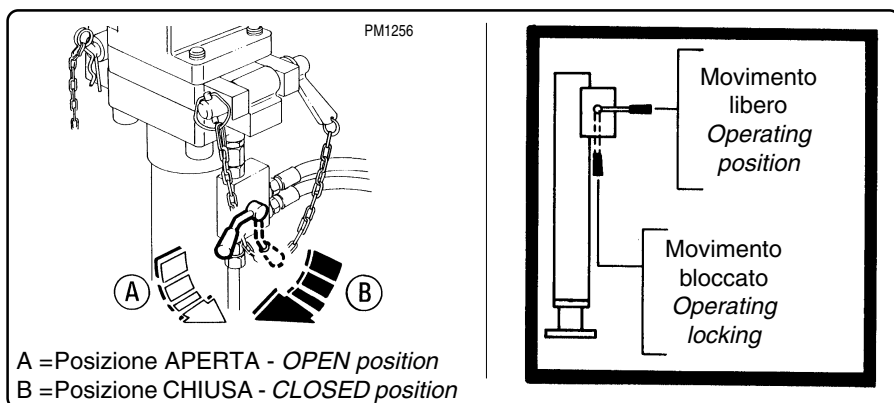

fig. 6.7.12
- Aprire il rubinetto valvola di fig. 6.7.12 spostando la leva in pos. "A".
- *Open up the valve, fig. 6.7.12, by moving the lever to pos. "A".*
- *Open up the valve, fig. 6.7.12, and turn the lever to pos. "A".*
Completata la messa in opera di tutti i martinetti stabilizzatori accertarsi che le leve di fig. 6.7.12 si trovino tutte in posizione chiusa "B".
Once you have operated all the outrigger cylinders, make sure the lever shown in fig. 6.7.12 are locked in position "B".
Completata la messa in opera di tutti i martinetti stabilizzatori accertarsi che le leve di fig. 6.7.12 si trovino tutti in posizione chiusa "B".
Once you have operated all the outrigger cylinders, make sure the levers shown in fig. 6.7.12 are locked in position "B".